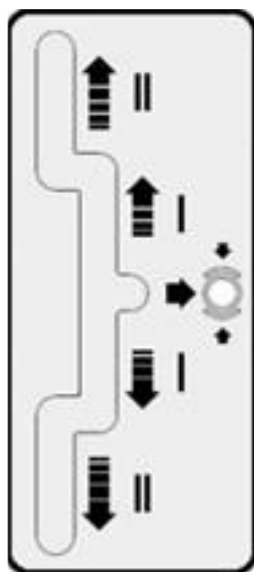

Рисунок 4-25: Направляющая канавка ручки управления
- ➔ Когда толкать ручку управления в высокоскоростную направляющую (II), скорость увеличивается, см. рисунок 4-25.